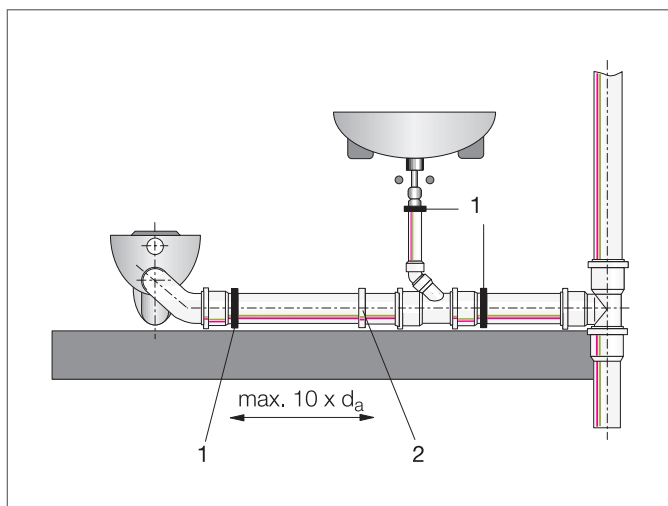

Fig. 7-5 Schema di installazione di una conduttura orizzontale
La Fig. 7-5 mostra uno schema relativo al fissaggio di una conduttura orizzontale insonorizzata con RAUPIANO PLUS.
- La distanza tra i collari fissi e quelli mobili non deve superare una lunghezza pari a 10 volte il diametro esterno del tubo. Vedasi Fig. 7-5: Distanza $\leq 10 \times d_a$.